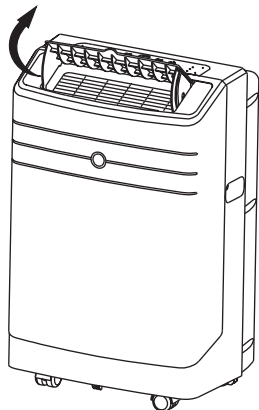

Fig. 5
- Ajuste automáticamente la dirección del flujo de aire (Fig. 5):